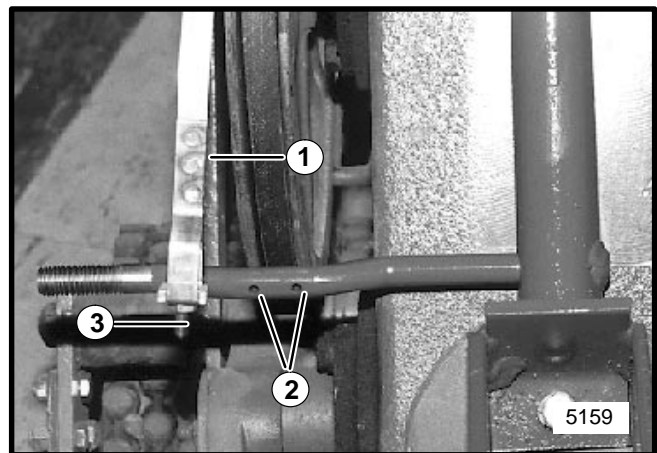

FIGURA 2
6. Mueva el extremo de ajuste de la banda del freno sobre la varilla de soporte del protector como se muestra en la Figura 2.
7. Coloque un (1) pasador de chaveta en cada lado de la banda del freno utilizando los dos (2) orificios para pasador de chaveta mostrados en la Figura 2. ASEGURESE que las cabezas de los pasadores de chaveta estén en el lado de la polea de la varilla de soporte para evitar la interferencia entre el pasador de chaveta y la correa.